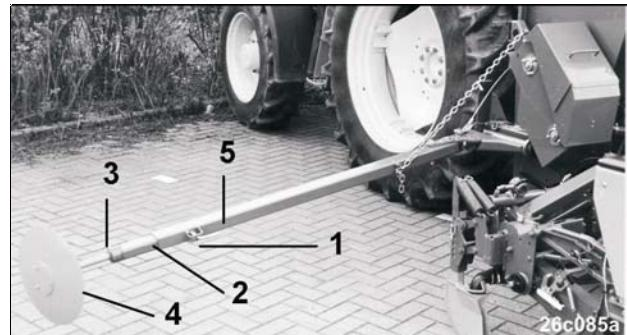

Рис. 99
- Необходимо вытянуть пружинный храповик (Рис. 99/1) и выдвигать телескопическую консольную штангу (Рис. 99/2), пока храповик не войдет в паз первый раз.
- вытянуть пружинный храповик (Рис. 99/1) второй раз и дальше вытягивать телескопическую консольную штангу (Рис. 99/2), пока храповик не войдет в паз снова.
- Открутите зажимной винт (Рис. 99/3) и выдвиньте диск маркера (Рис. 99/4), и установите интенсивность работы маркера путем проворачивания диска так, чтобы он на легких почвах двигался практически параллельно направлению движения, а на тяжелых почвах имел более агрессивный угол атаки, чтобы работа была агрессивней и оставался четко видимый след.